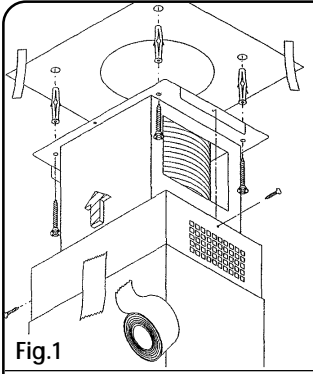

Fig.1
- 1) posizionare la dima di foratura sul soffitto eseguire i 4 fori Ø 10 mm ed inserire i tasselli **fig1**
- 3) posizionare la struttura telescopica, precedentemente regolata, e fissarla al soffitto con le 4viti **fig1**
- 4) infilare il tubo con la sgrigliatura rivolta al soffitto e fissarlo lateralmente alla struttura telescopica con le due viti **fig1**
- 5) posizionare la dima di foratura sul soffitto eseguire i 4 fori Ø 10mm ed inserire i tasselli **fig1**
- 1) Legen Sie die Bohrschablone an die Decke an, bohren Sie die 4 Löcher (Ø 10 mm) und setzen Sie die Dübel ein (**Abb.1**).
- 3) Setzen Sie den vorher auf die korrekte Länge gebrachten Teleskopschacht an und befestigen Sie diesen mittels der 4 Schrauben an der Decke (**Abb.1**).
- 4) Setzen Sie das Rohr so ein, dass das Gitterteil zur Decke gerichtet ist, und befestigen Sie es mittels der beiden Schrauben seitlich am Teleskopschacht. (**Abb.1**)
- 5) Legen Sie die Bohrschablone an die Decke an, bohren Sie die 4 Löcher (Ø 10mm) und setzen Sie die Dübel ein. (**Abb.1**)
- 1) position the drilling template on the ceiling and drill the four Ø 10 mm holes indicated, then place the rawlplugs in the relative holes (fig. 1);
- 3) position the telescopic flue, which you previously adjusted, and secure it to the ceiling with the 4 screws (fig. 1);
- 4) insert the unit with the grid near the ceiling and fasten it on the sides to the telescopic flue using the two screws (fig. 1);